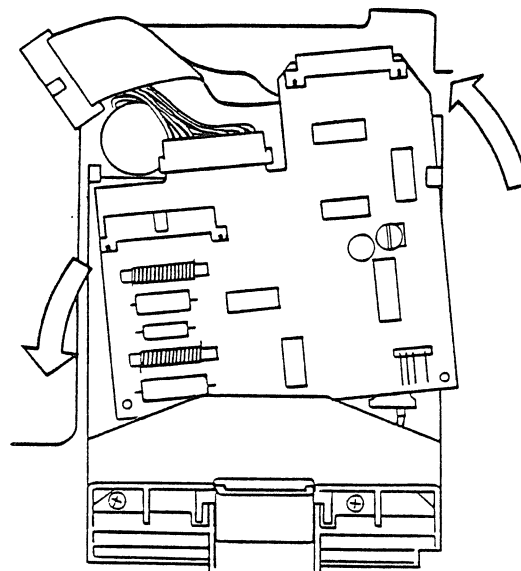

FIGURE 6
7. Retirer la plaquette analogique en la tournant doucement dans le sens inverse des aiguilles d'une montre et en l'amenant vers l'avant jusqu'à ce qu'elle dépasse le guide situé à gauche. La décrocher du guide à droite. (Voir la figure 6).